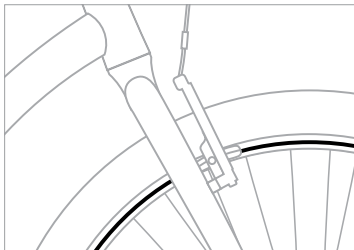

Рисунок 2.1. Индикатор износа на алюминиевом обode
- Неглубокая канавка по всей окружности обода (рис. 2.1). Если канавка перестает быть заметной на любом участке, замените обод.